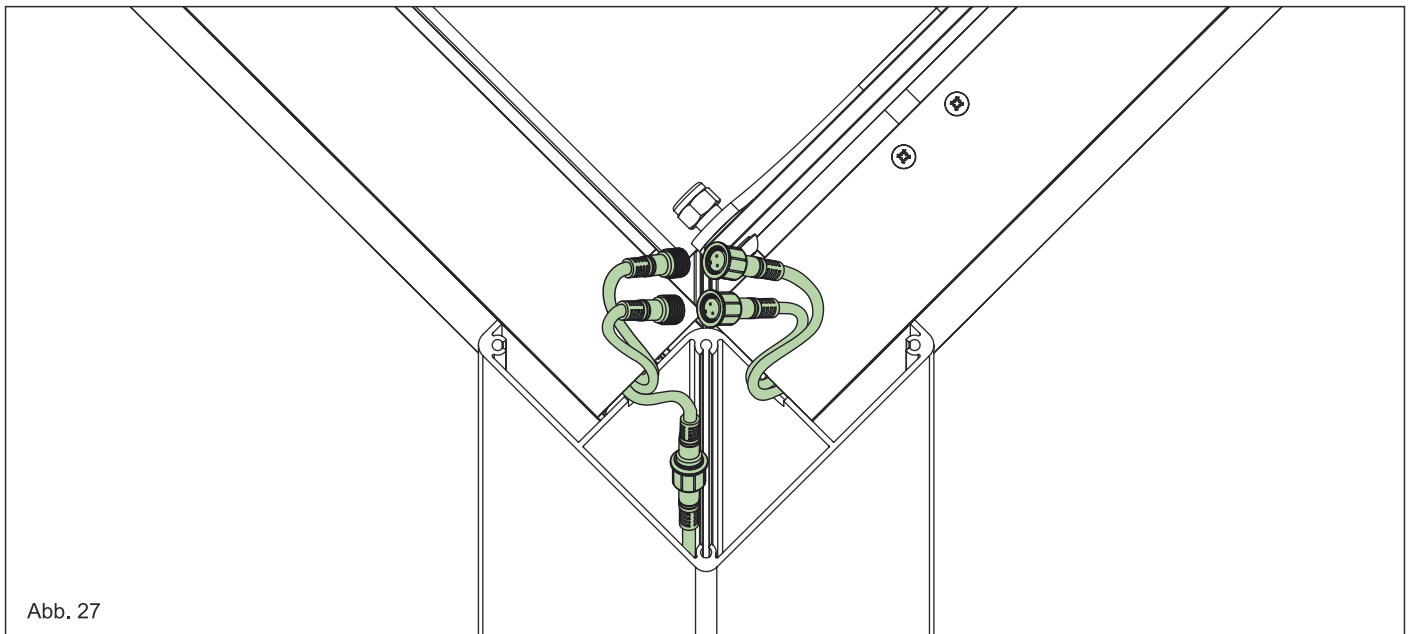

Abb. 27
13.1. Verbinden Sie die Kabel des Steuerungselements mit den Kabeln des Motor und der LED-Lamellen und drücken Sie diese in den Pfosten hinein. Siehe Abb. 27.